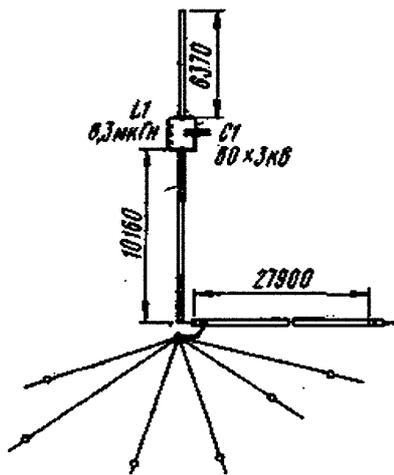

рис.6
**М. Чирков, UL7GCC**, г. Алма-Ата, предложил многодиапазонную вертикальную антенну (рис.6). Антенна разрабатывалась как компромиссный вариант, обеспечивающий удовлетворительное качество работы на всех основных любительских КВ диапазонах.